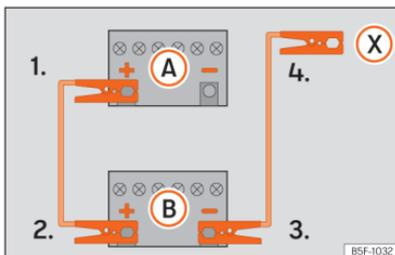

Abb. 223 Anschlusschema für Fahrzeuge ohne Start-Stopp-System.
2. Klemmen Sie ein Ende des roten Starthilfe-kabels an den Pluspol \oplus des Fahrzeugs mit der entladenen Fahrzeugbatterie (A).
3. Klemmen Sie das andere Ende des roten Starthilfekabels an den Pluspol \oplus des stromgebenden Fahrzeugs (B).
4. Fahrzeuge ohne Start-Stopp-System: Klemmen Sie ein Ende des schwarzen Starthilfekabels an den Minuspol \ominus des stromgebenden Fahrzeugs (B) »» (Abb. 223).